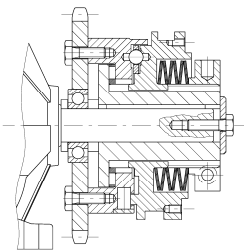
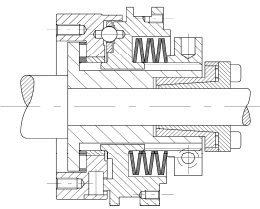

FIG. 4
FIG. 5
- Il fissaggio del dispositivo può essere effettuato assialmente con vite e rondella (FIG. 4). Oltre a questo bloccaggio std. possono essere utilizzati anche, a richiesta, calettatori interni (FIG. 5) o anelli conici (FIG. 6).
- The device can be fixed axially with a screw and washer (FIG. 4). In addition to this std. fixing system can also be used, on request, a locking assembly (FIG. 5) or locking element (FIG. 6).